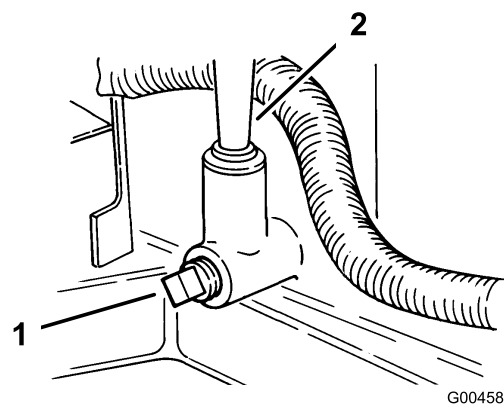

Figura 22
9. Posizionate una bacinella di spurgo sotto l'asta di livello/il foro di riempimento e togliete il tappo di spurgo (Figura 22).